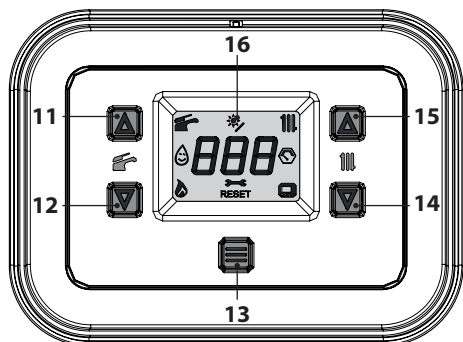
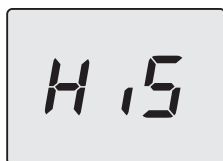
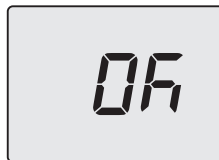
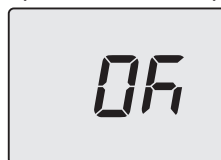

Figura 5.38
Figura 5.39
Figura 5.43
Figura 5.46
- Entrare in "modalità programmazione" premendo contemporaneamente per 5 secondi i tasti 12 e 14 (Figura 5.38) fino a far apparire sul display LCD le lettere **HiS** che indicano il menu "Storico delle caldaia" (Figura 5.39).
- Premere per 1 sec. il tasto 13 (Figura 5.38) per entrare nel parametro selezionato. Il display visualizzerà quanto segue (Figura 5.42).
- Premendo il tasto 13 (Figura 5.38) si ottiene la conferma del valore inserito. Il display visualizzerà per 5 sec. quanto segue (Figura 5.43) poi, si porterà al livello superiore.
- Premendo contemporaneamente i tasti 12 e 14 (Figura 5.38) si esce senza modificare il valore (ritorno al livello precedente).
- tenere premuti contemporaneamente i tasti 12 e 14 per 5 sec. (Figura 5.38) (ritorno al livello precedente).
- Premere per 1 sec. il tasto 13 (Figura 5.38) per entrare nel parametro selezionato. Il display visualizzerà quanto segue (Figura 5.45).
- Premendo il tasto 13 (Figura 5.38) si ottiene la conferma del valore inserito. Il display visualizzerà per 5 sec. quanto segue (Figura 5.46) poi, si porterà al livello superiore.